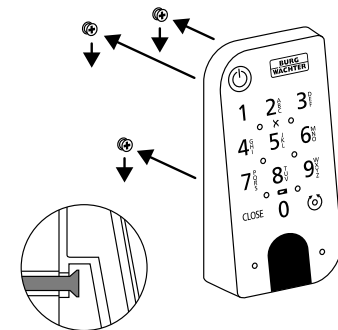

Abb. 111
④ Setzen Sie die Tastatur auf die Schraubenköpfe wie in der Abbildung dargestellt (Abb. 111).